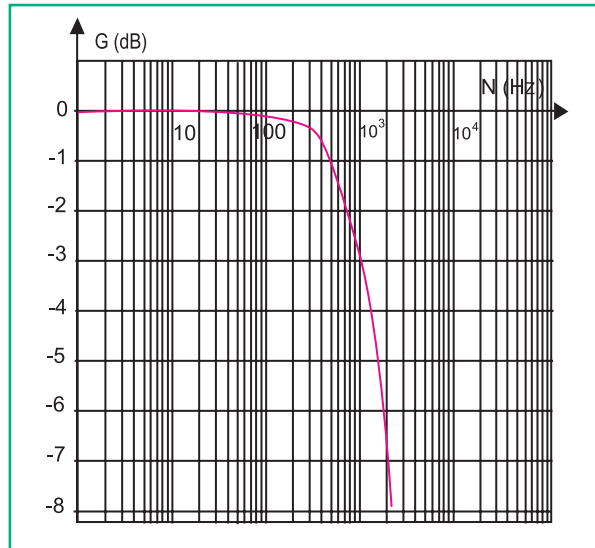

Fig.1 : Courbes de réponse en gain.
**4** On donne la courbe de réponse en gain  $G = h(N)$  d'un filtre électrique (Fig.1).
**5** On réalise le montage schématisé par la figure 1 et constitué par un filtre RC, un interrupteur  $K_1$  et un conducteur ohmique de résistance  $R_1$ . Un générateur basse fréquence, délivrant une tension sinusoïdale d'amplitude  $U_m$   $U_m = 4$  V et de fréquence réglable, alimente l'entrée du filtre RC. Les tensions d'entrée et de sortie du filtre sont respectivement  $u_E(t)$  et  $u_S(t)$ .